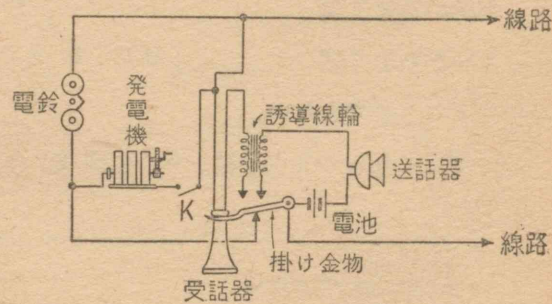

図 21 (A) 磁石式電話の回路図
研究 4 図 21 (A) は一般に用いられている電話(磁石式電話)の回路図である。これで次のことを調べてみよう。